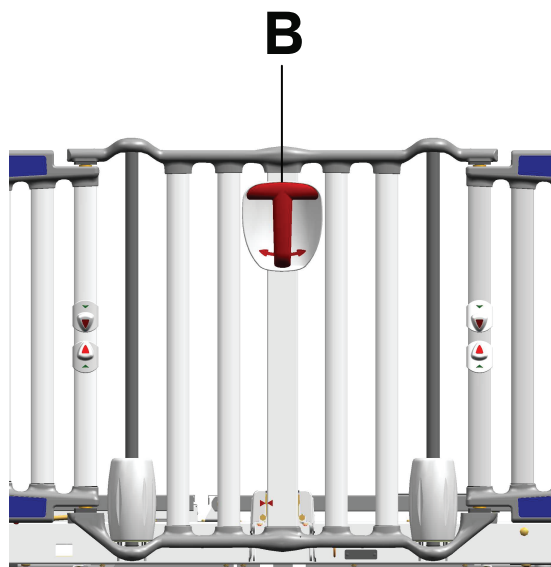

Figura 6 – Pega de ativação da grade lateral
1. Segure a alavanca de ativação da grade lateral (B), premir o gatilho de ativação e rode a alavanca para a esquerda ou direita (Figura 6).